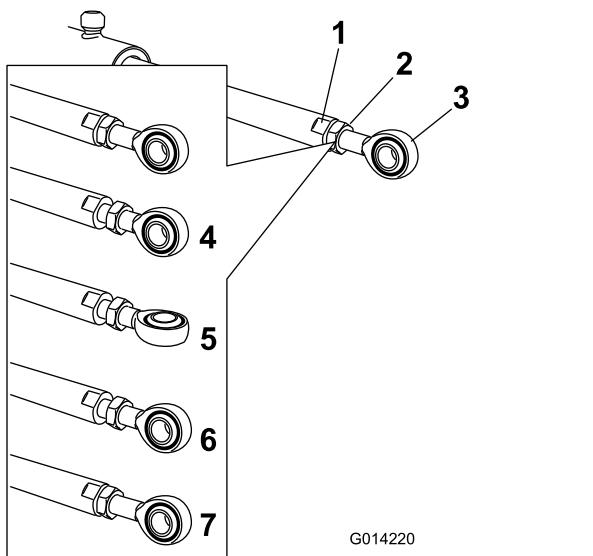

Figura 110
5. Utilizzate una chiave sui lati piatti dell'asta dell'attuatore per immobilizzarla, poi allentate il controdado per consentire la regolazione dell'asta dell'occhiello (Figura 110).
6. Girate l'asta dell'occhiello nell'asta dell'attuatore per accorciare o allungare l'attuatore esteso nella posizione desiderata (Figura 110).